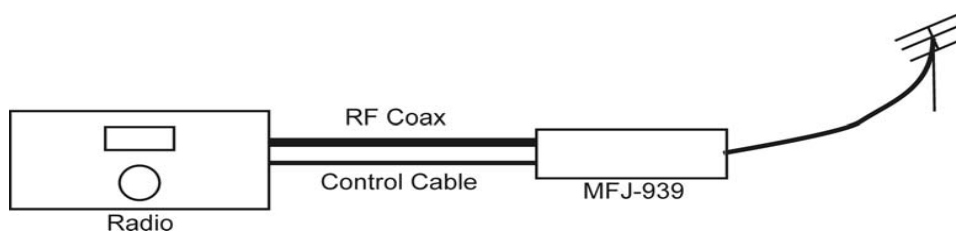

Figura 1 Installazione Generale
2. Installare l'accordatore tra ricetrasmittitore ed antenna. Usare cavo coassiale da 50-ohm per le connessioni. Vedere Figura 1 a pagina 3.